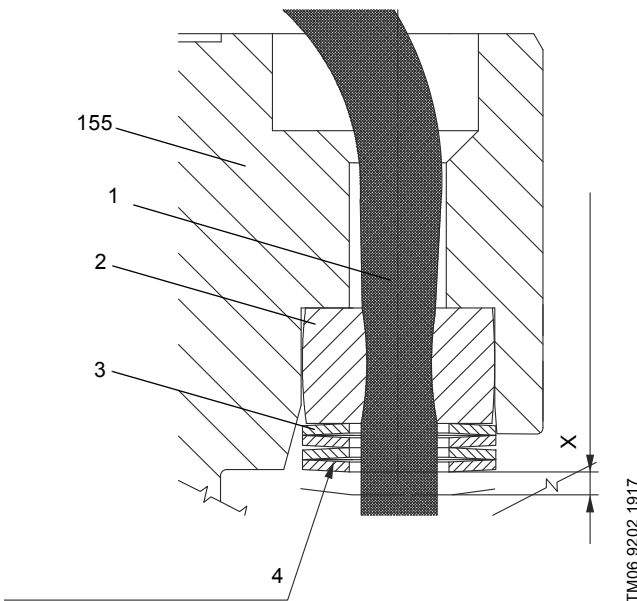

Рис. 8 Расположение пружинных шайб
1. Установите четыре пружинные шайбы и резиновое уплотнение на провод датчика. Правильное расположение см. на рис. 8.